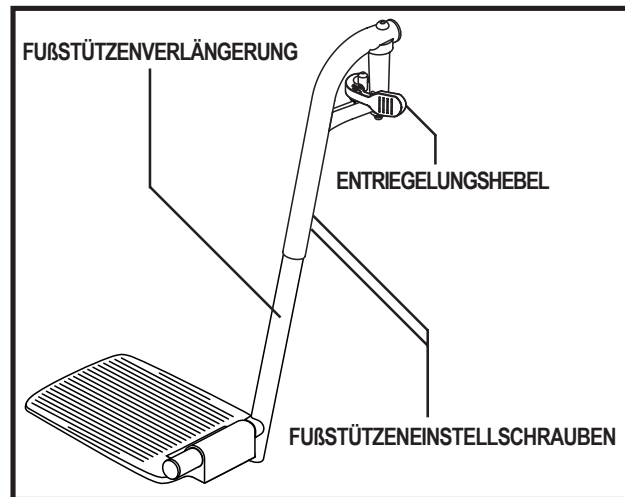

Abb. 19. Schwenkbare Fußstützen
1. Eindrücken des Entriegelungshebels. Siehe Abb. 19.
1. Entfernen Sie die zwei Schrauben auf der Seite der Fußstützenverlängerung. Siehe Abb. 19.